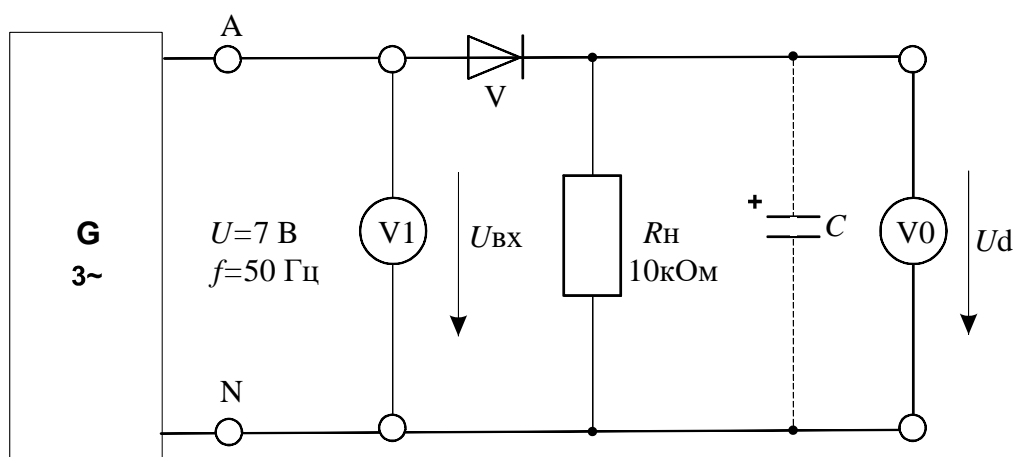

Рисунок 4 – Схема экспериментального исследования однополупериодного выпрямителя
1.1. Соберите цепь согласно схеме (рис. 4) без сглаживающего фильтра. На схеме V0 и V1 – входы коннектора. При сборке схемы обратите внимание на полярность электролитического конденсатора.